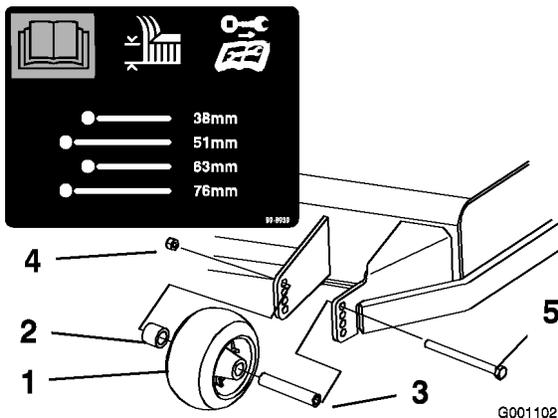
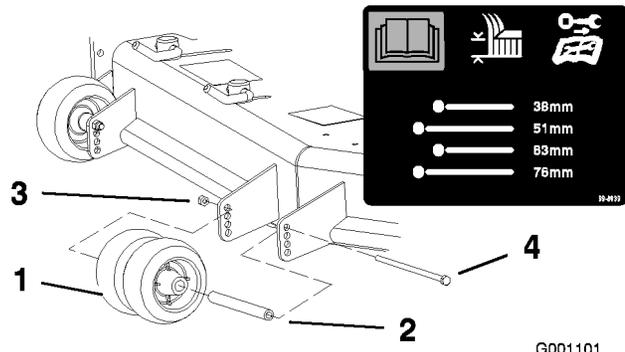
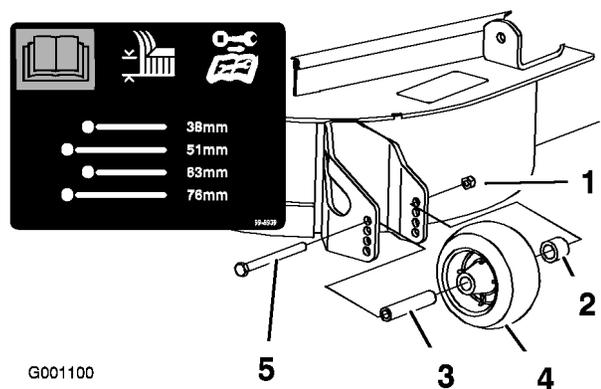

Figure 18
Figure 19
Figure 20
3. Après avoir réglé la hauteur de coupe, réglez les galets en retirant l'écrou à collerette, la bague, l'entretoise et le boulon (Figure 18, Figure 19 et Figure 20).
Remarque: Les deux galets centraux ne sont pas munis d'entretoise (Figure 19).
5. Posez l'écrou à collerette, la bague, l'entretoise et le boulon. Serrez à 54-61 Nm (Figure 18, Figure 19 et Figure 20).